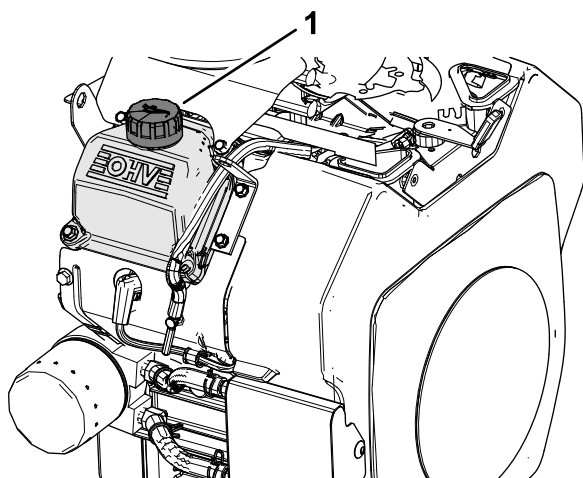

Figura 32
- Versate lentamente l'80% circa dell'olio specificato nel bocchettone di riempimento (Figura 32) del coperchio della valvola; fate riferimento a Specifiche dell'olio motore (pagina 29).